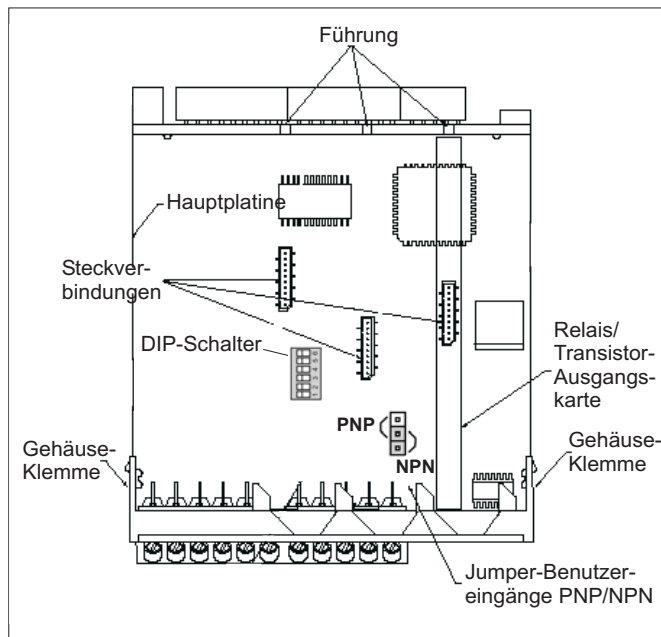

Bild 4.1: Ausgangskarten
Die Ausgangskarte hat eine feste Einbauposition. Die Einbauposition der Karte ist aus Bild 4.1 ersichtlich.
2. Stecken Sie die Ausgangskarte auf den entsprechenden Steckplatz (siehe Bild 4.1).
Vor Inbetriebnahme des Gerätes muß folgende Jumper-einstellung auf der Hauptplatine des PAX gegebenfalls geändert werden (Bild 4.1).